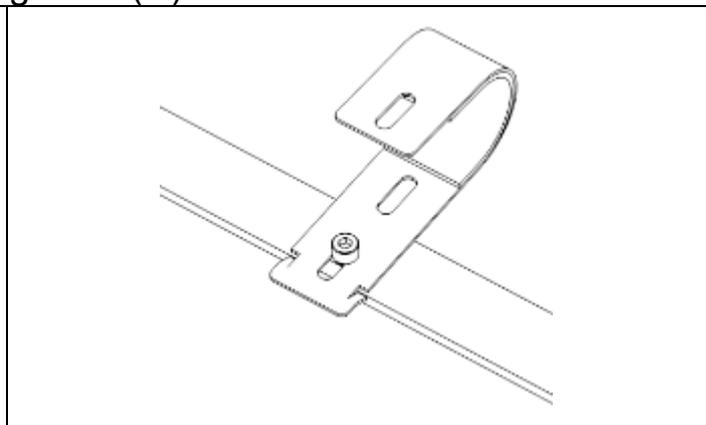

Figura 5
- Utilizzare la vite M8x20 (G) per fissare il gancio (D) al pannello (figura 5). Fissare la vite con un dado esagonale (E).
- Ripetere i passaggi precedenti per l'altro gancio (D).
- Inserire la parte telescopica della staffa posteriore nella parte inferiore (figura 5).